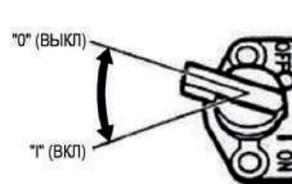

Рис. 4. Ключ питания
- переведите ключ питания в положение «0» (ВЫКЛ) (см. рис. 4);
- поверните ключ питания из положения «0» (ВЫКЛ) в положение «I» (ВКЛ) (см. рис. 4);